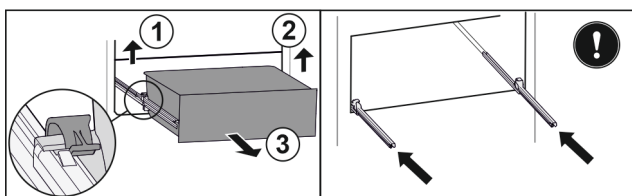

Fig. 127
- Zvedněte levou svorku a současně vytáhněte zásuvku vlevo dopředu. Fig. 127 (1)
- Zvedněte pravou svorku a současně vytáhněte zásuvku vpravo dopředu. Fig. 127 (2)
- Vyjměte zásuvku dopředu. Fig. 127 (3)